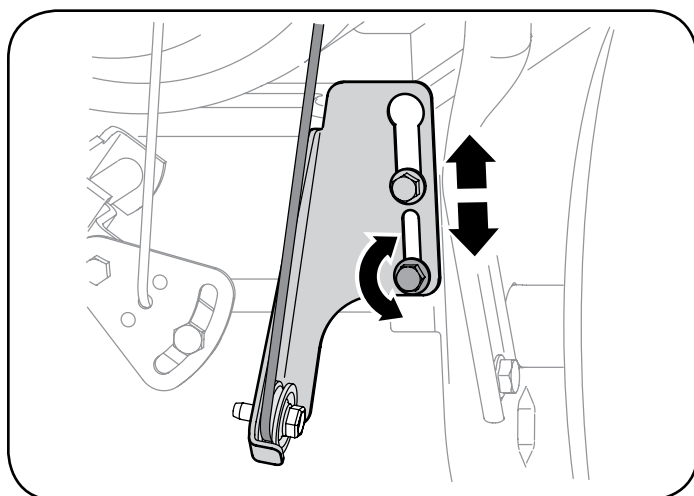

Figura 52
- b. Afloje la tuerca hexagonal inferior del soporte del cable de la transmisión. Vea la Figura 52.